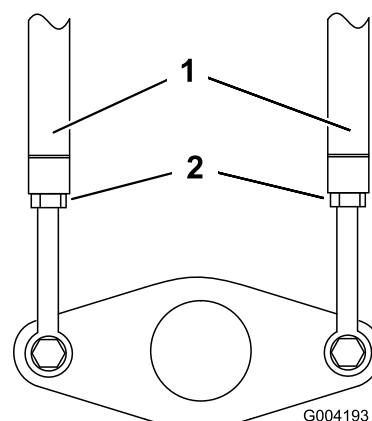

Figura 54
- Afloje las contratuercas de las varillas de tracción, debajo del panel de control (Figura 54).